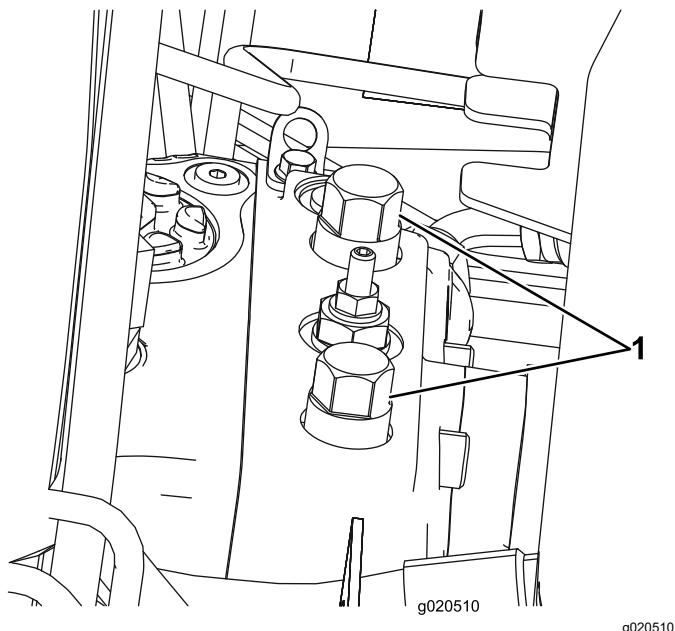

Bild 25
1. Öffnen Sie die Motorhaube und ermitteln Sie die Sicherheitsventile (Bild 25), die sich oben an der Pumpe hinter dem Batteriekasten bzw. Ablagefach befinden.